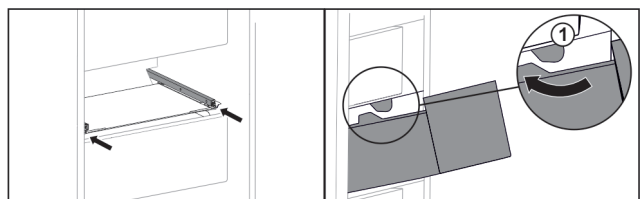

Fig. 125
- ▶ Обвести висувний ящик навколо стопора Fig. 125 (1).